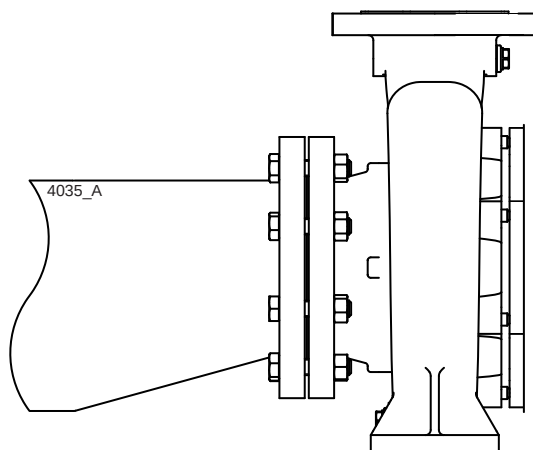

Рисунок 6: Переходной патрубок с эксцентричным расположением концевых отверстий для приемного фланца.
- Сечение всасывающей трубы должно иметь достаточные размеры. Эта труба должна быть по возможности короче и подходить к насосу таким образом, чтобы исключить образование воздушных пробок. Если это невозможно, в самой верхней точке трубы следует предусмотреть устройство для выпуска воздуха. Если внутренний диаметр всасывающей трубы превышает размер приемного патрубка насоса, для предотвращения образования воздушных пробок и завихрений необходимо применить переходной патрубок с эксцентричным расположением концевых отверстий. См. рисунок 6.